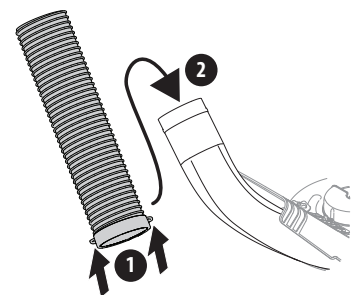

Figure 20
2. Enfilez ce dernier sur le coude de goulotte, comme illustré à la Figure 20.